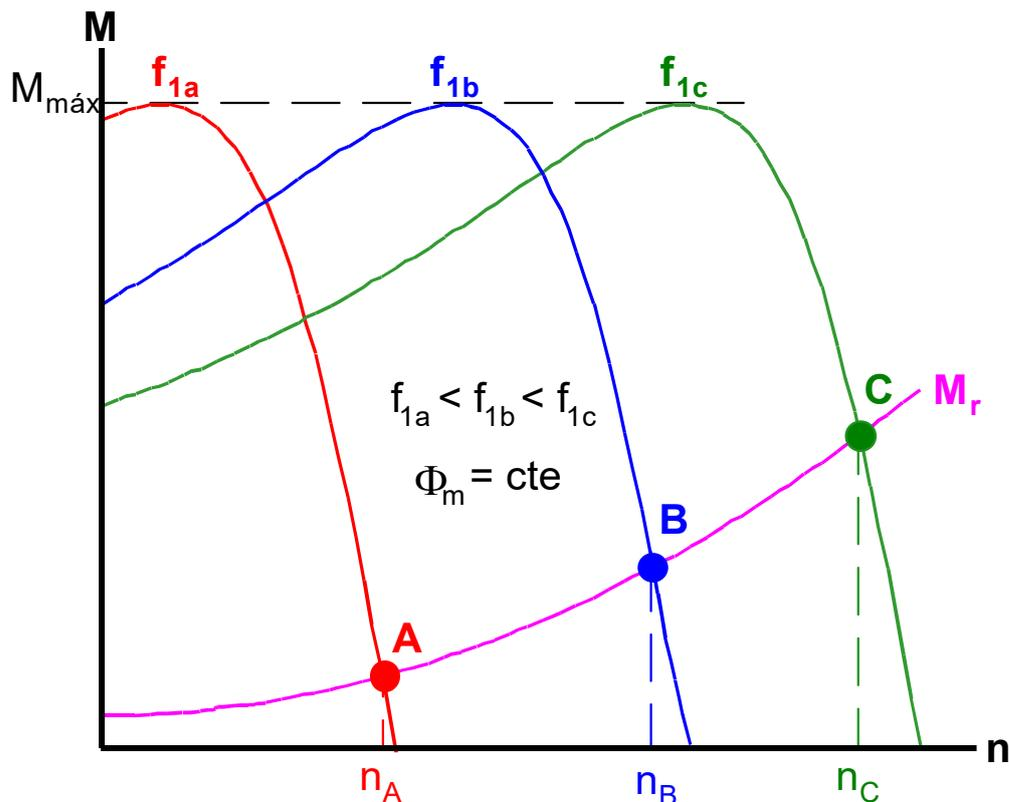

Fig. 1: Curvas de par para un motor asíncrono a varias frecuencias si el flujo por polo se mantiene constante
- b)** Uno de los mejores métodos de control de la velocidad de un motor asíncrono consiste en la variación de la frecuencia de alimentación de las corrientes del estator como se muestra en la Fig. 1.
El principio de este método consiste en variar la frecuencia  $f_1$  del estator de tal forma que el flujo por polo  $\Phi_M$  en el motor asíncrono permanezca constante e igual al que existe en condiciones asignadas. De esta forma la capacidad de generar par de la máquina asíncrona se mantiene para todas las frecuencias  $f_1$  y el par máximo  $M_{\text{máx}}$  también permanece constante (ver la Fig. 1).
Así, en la Fig. 1 se muestran las curvas par-velocidad de un motor asíncrono para tres frecuencias diferentes ( $f_{1a}$ ,  $f_{1b}$  y  $f_{1c}$ ) y la curva Par-velocidad del par resistente  $M_r$  de la carga mecánica que es movida por este motor. Se observa que la velocidad de sincronismo es diferente para cada frecuencia (la velocidad de sincronismo para cada curva se da en el punto de corte de la curva con el eje de abscisas) y los puntos de funcionamiento para cada frecuencia son A, B y C, respectivamente. Se comprueba que de esta manera utilizando estas tres frecuencias se obtienen tres velocidades de giro,  $n_A$ ,  $n_B$  y  $n_C$ , diferentes. Como la frecuencia  $f_1$  se puede variar de forma continua dentro de cierto margen, se consigue regular la velocidad de forma continua dentro de un margen de velocidades.
Cuando el variador de frecuencias que alimenta al motor actúa como una fuente de tensión, el intentar mantener el flujo por polo constante exige variar la tensión con la frecuencia  $f_1$  y con el deslizamiento  $s$ . Sin embargo, si una vez seleccionada la frecuencia  $f_1$  que se desea, se conforma con mantener el flujo por polo  $\Phi_M$  constante sólo cuando el deslizamiento es pequeño (zona normal de funcionamiento de la máquina) se observa que basta con mantener la tensión  $V_1$  constante para conseguirlo. Es decir, si se desea un sistema de control más sencillo en el que el flujo por polo  $\Phi_M$  se mantiene constante sólo para deslizamientos pequeños, basta con que el variador de frecuencias esté diseñado para que varíe la tensión de alimentación  $V_1$  sólo en función de la frecuencia  $f_1$ . De esta forma, para diferentes frecuencias  $f_1$  la tensión  $V_1$  que se suministra al motor es diferente, pero mientras no se varíe la frecuencia la tensión permanecerá constante. Es decir, realmente en vez de seguir las curvas par-velocidad de la Fig. 1, en las que para cada frecuencia el flujo por polo  $\Phi_M$  es constante, se siguen unas curvas en las que la tensión  $V_1$  es constante para cada frecuencia  $f_1$  aunque diferente de unas frecuencias a otras.